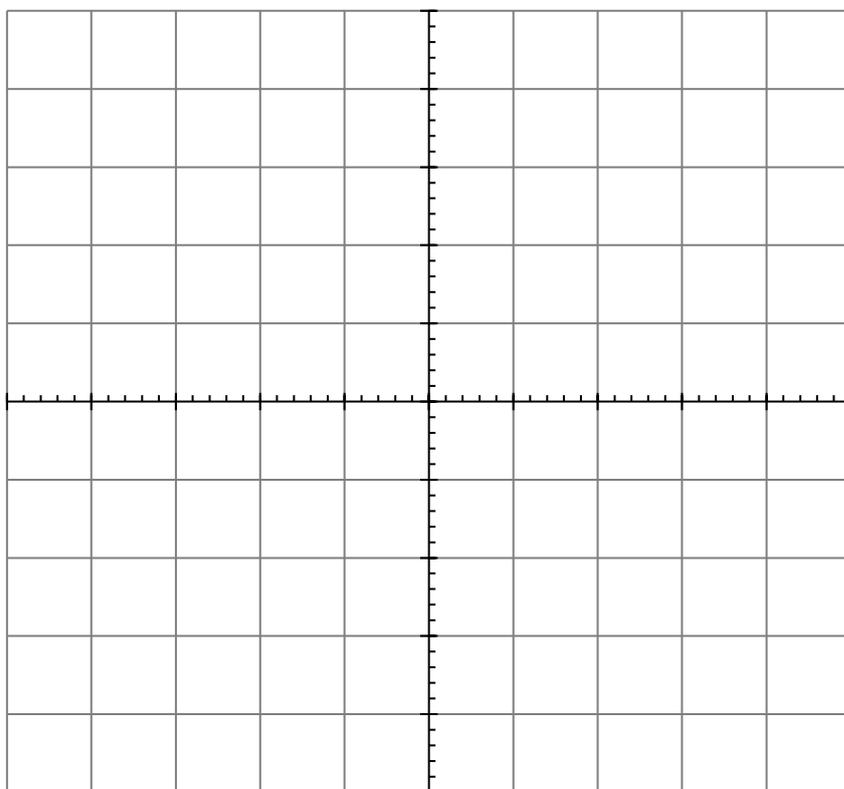

Рисунок 4 – Осциллограмма задних фронтов прямоугольных импульсов
– зарисовать спады задних фронтов импульсов на рисунок 4 и отметить на нем время рассасывания и время спада фронта (Качественный вид и описание параметров быстродействия представлены в методическом пособии [2], стр.79).